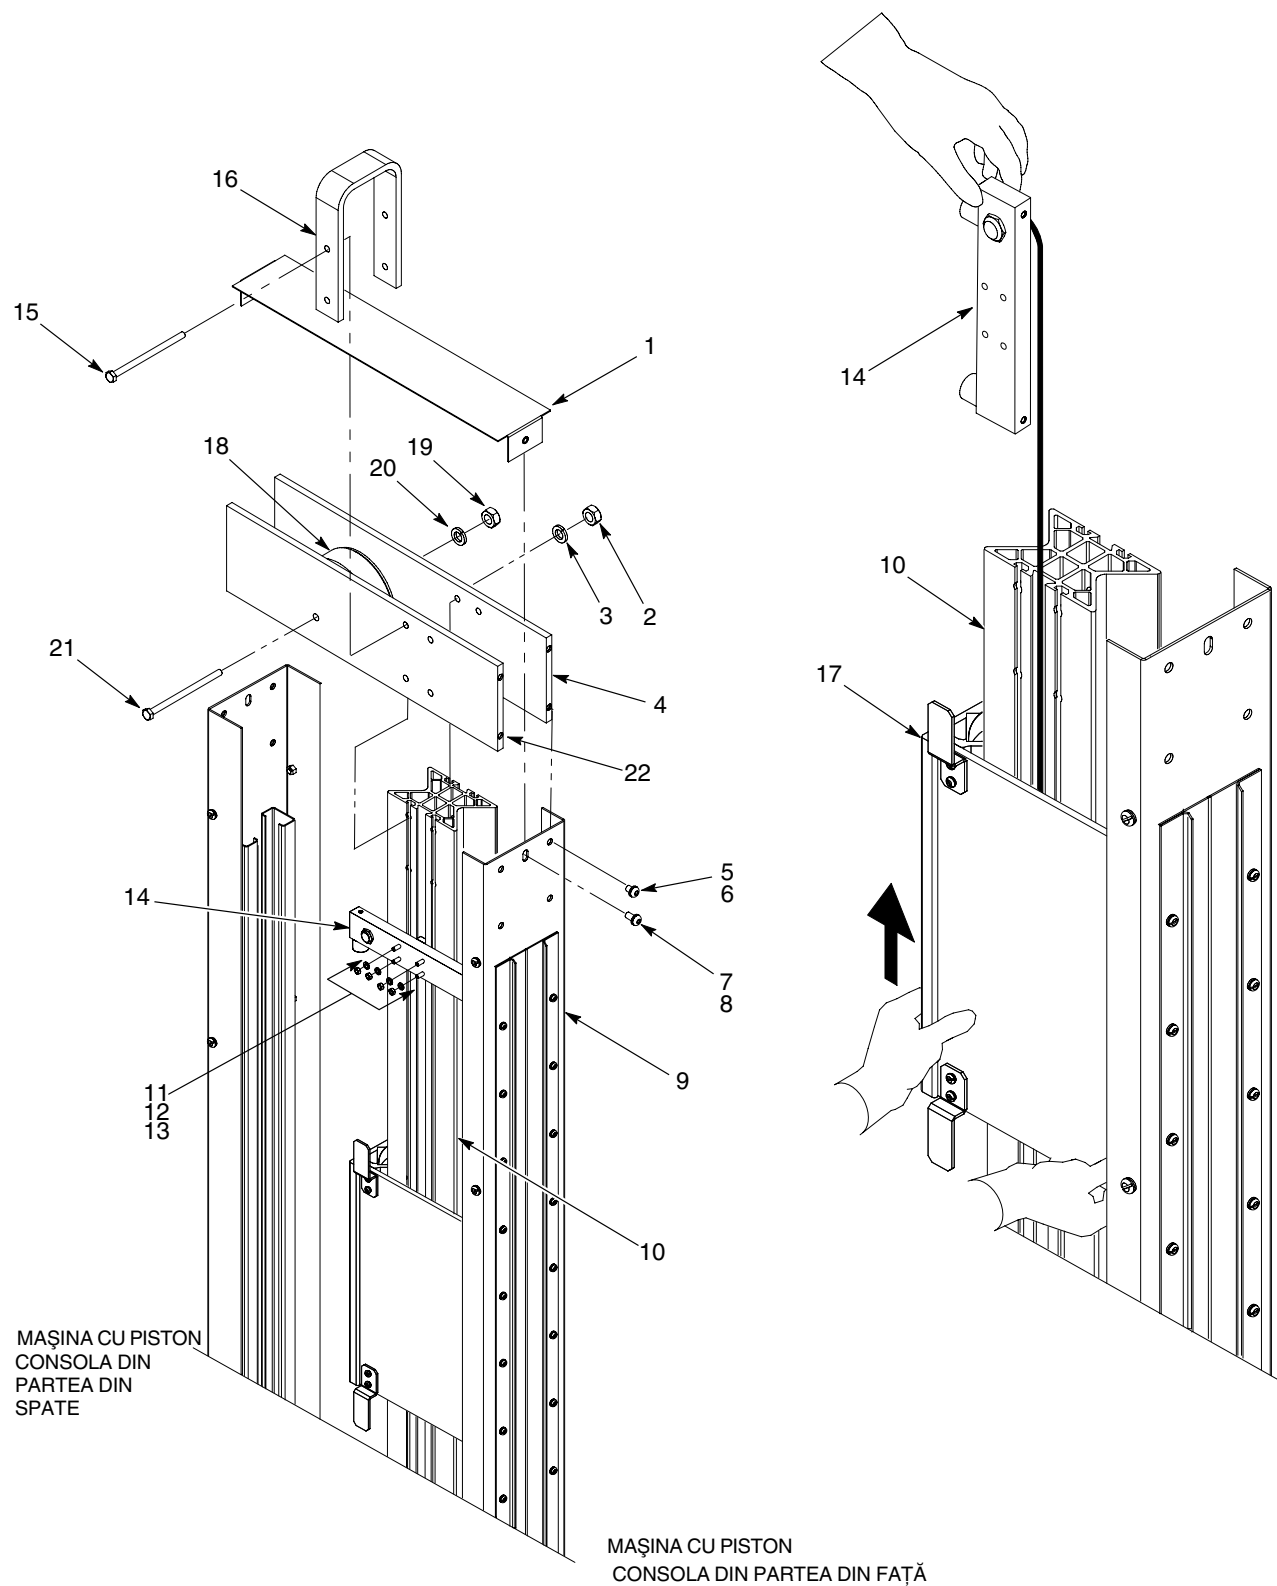

Figura 17 Montarea ansamblului căruciorului pistonului
1. A se vedea Figura 17. Țineți ansamblul amortizorului din partea superioară (14) conform figurii. Așezați cu grijă prin alunecare căruciorul pistolului (17) peste ansamblul amortizorului până când acesta vine în contact cu ansamblul amortizorului din partea inferioară.
2. Montați ansamblul amortizorului din partea superioară (14):
- a. Introduceți șuruburile cu cap ciocan (13) în spatele ansamblului amortizorului din partea superioară.
- b. Poziționați ansamblul amortizorului din partea superioară pe calea căruciorului pistolului (10) în locul marcat înainte de demontare.
- c. Montați șuruburile cu cap ciocan (13) în calea de rulare a căruciorului pistolului (10). Montați șaibele de blocare (12) și piulițele (11) la șuruburile cu cap ciocan. Strângeți bine piulițele.
3. Montați plăcile laterale (4, 22) pe calea căruciorului pistolului (10) folosind două șuruburi (15), șaibele de blocare (3) și piulițele (2). Strângeți șuruburile numai cu mâna.
4. Montați consola de ridicare în formă de U (16) de plăcile laterale (4, 22) folosind celelalte două șuruburi (15), șaibele de blocare și piulițele (2). Strângeți șuruburile numai cu mâna.
5. Montați ansamblul scripetelui din partea superioară (18) între plăcile laterale (4, 22) folosind șurubul (21), șaiba de blocare (20) și piulița (20). Strângeți bine șurubul.
6. Strângeți toate șuruburi (15), șaibele de blocare (3) și piulițele (2) pentru a fixa plăcile laterale (22, 4) de calea de rulare a căruciorului pistolului (10).
7. Fixați plăcile laterale (4, 22) de suportul din față și din spate al mașinii cu piston folosind șuruburile (5) și șaibele de blocare (6). Strângeți bine șuruburile.